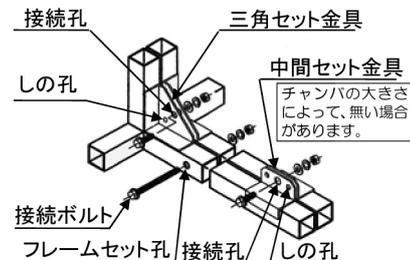

図 5-1 フレームセット例
- “しの”などを使用して接続ボルト用孔位置を合わせてください。この時、図に示すような『三角セット金具』や『中間セット金具』が付いている場合は、『しの孔』を利用して穴位置を合わせてください。(図 5-1 参照)
- 接続ボルトを用いてチャンバどうしを締結してください。この時、『三角セット金具』や『中間セット金具』が付いている場合、先に『三角セット金具』及び『中間セット金具』部分を接続し、その後フレーム間を接続してください。(図 5-1 参照)